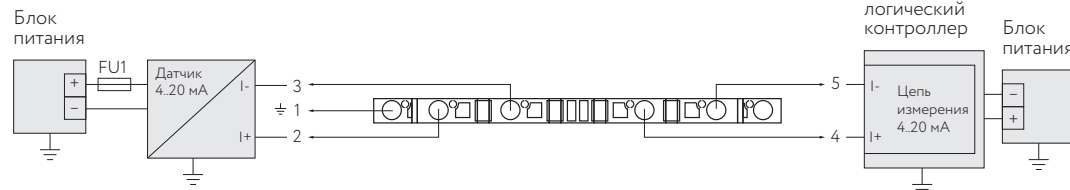

Рисунок 4. Схема применения УЗИП
1.5.7 Типовые схемы применения УЗИП рис. 4 и 5.